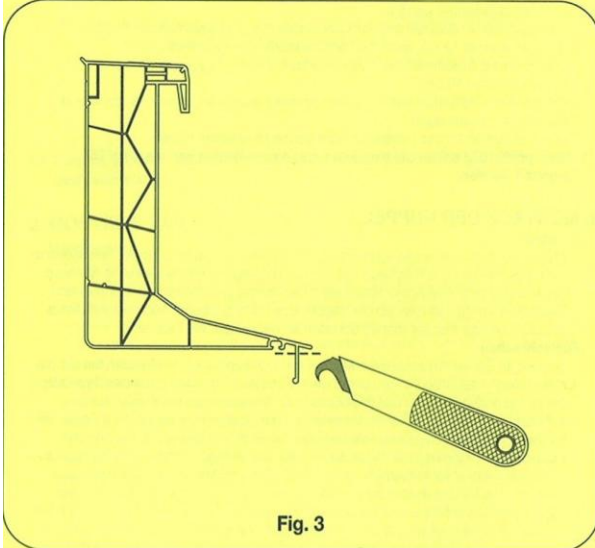

Fig. 3
- Om du vill fästa PVCu-sargen 16/0 direkt i taket skall läppen längst ned på sargen tas bort med en speciell kniv (se fig. 3).